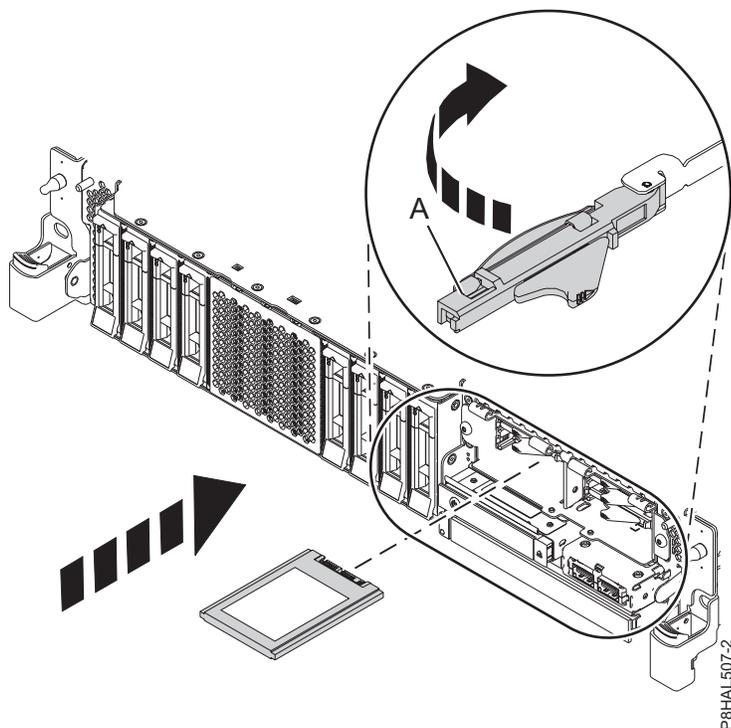

図 56. 拡張機能システムにおける SSD の取り替え
12. SSD ドライブ・ベイ・ハンドル (A) をアンロック位置にした状態状態で、SSD スロット内のガイド・レールにアクセスできるようにレバーを外側に引きます。SSD の底面を支えて、SSD スロットのガイド・レールに位置を合わせます。62 ページの図 56 を参照してください。
16. 示されている方向にベイ・ハンドル (A) を回転させて、ドライブをロックします。62 ページの図 56